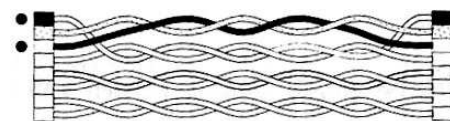

Рис.4
5. «SPLIT PAIRS (расщепление пар)». Расщепление пар может произойти в случае, если проводники двух свитых пар поменяются местами (см. рис. 4).